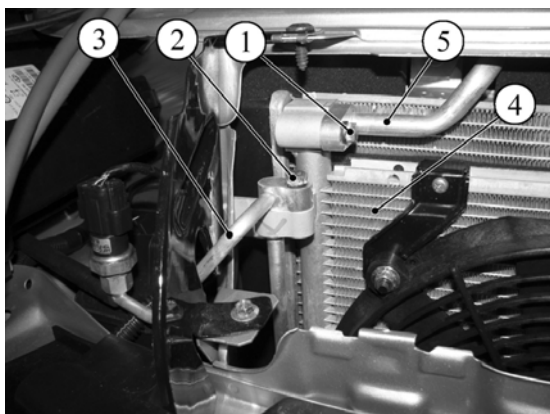

Рисунок 7 – Отсоединение трубопроводов от конденсатора:
- отвернуть болты 1 и 2, рисунок 7, крепления, отсоединить от конденсатора трубопроводы компрессора 5 и высокого давления 3, установить на трубопроводы и в отверстия конденсатора технологические заглушки (ключ гаечный 10, головка сменная 10, вороток и удлинитель);